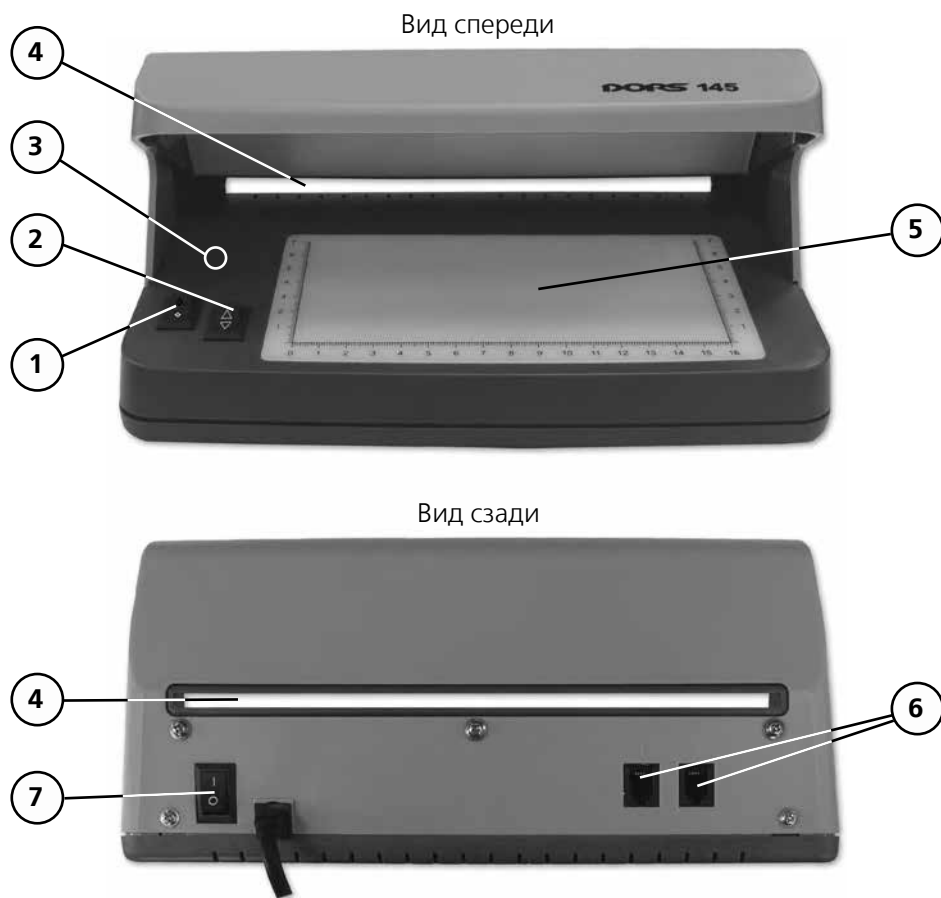
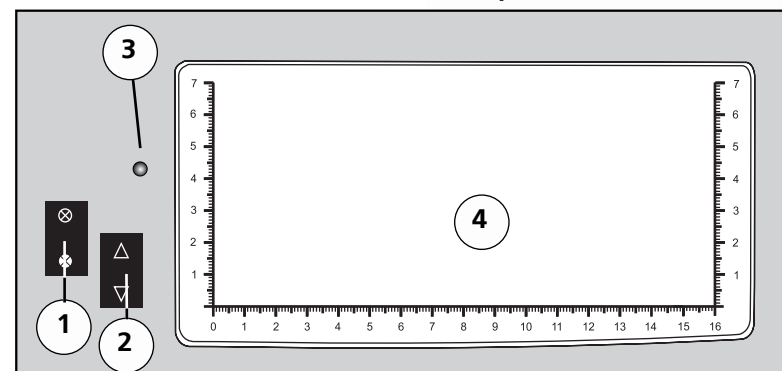

Рис. 1
Рис. 2
1. Подключите детектор к сети (220 В, 50 Гц). При этом начнет светиться индикатор подключения к электрической сети (рис. 1, поз. 3). Включите детектор нажатием клавиши выключателя «Сеть» на задней панели (рис. 1, поз. 7) – просмотрная зона (рис. 2, поз. 4) осветится синим или белым светом, в зависимости от положения переключателя "УФ/белый свет".
2. Расположите одну или несколько банкнот на передней панели детектора в просмотрной зоне (рис. 2, поз. 4).
детектора (рис. 2, поз. 1) выберите необходимый режим работы:
При помощи переключателя (рис. 2, поз. 2) можно выбрать режим проверки в белом свете: